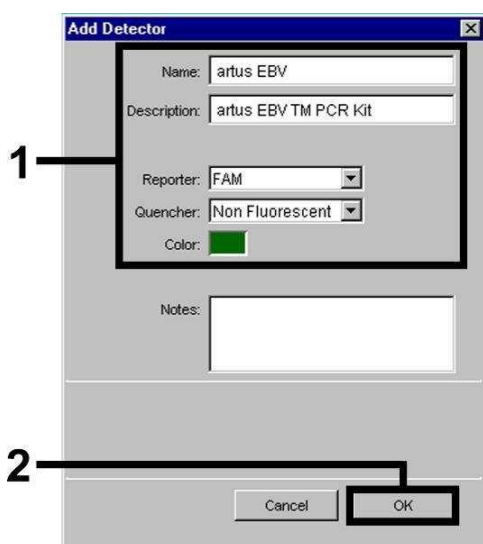
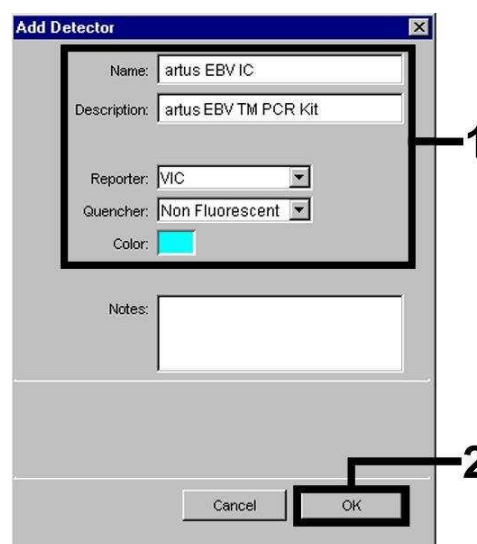
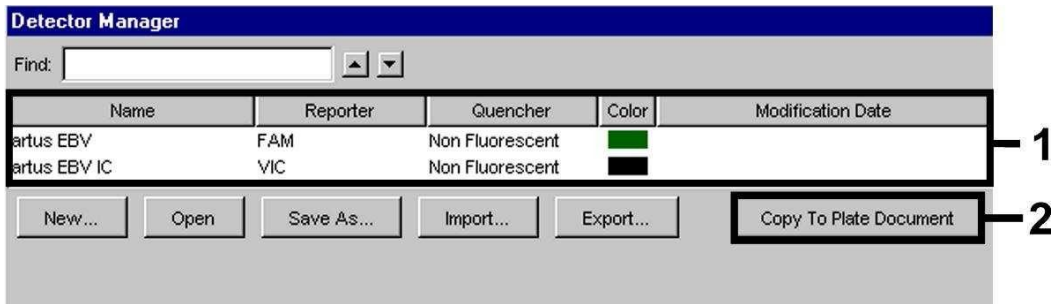

Fig. 17: Framtagning av EBV-specifik detektor (*Detector Manager*).
Fig. 18: Framtagning av IC-specifik detektor (*Detector Manager*).
Fig. 19: Val av detektorer (*Detector Manager*).
I det fönster som nu visas definierar du (enligt Fig. 17 och Fig. 18) för detektion av EBV-DNA Reporter/Quencher-kombinationen **FAM/Non Fluorescent**, för detektion av *Internkontroll* väljer du kombinationen **VIC/Non Fluorescent**. Genom att bekräfta uppgifterna (OK) kommer du tillbaka till *Detector Manager*. Markera de framtagna detektorerna och för över varje urval till *Setup*-planet (se Fig. 19) genom att klicka på alternativet *Copy to Plate Document*. Stäng fönstret (*Done*).